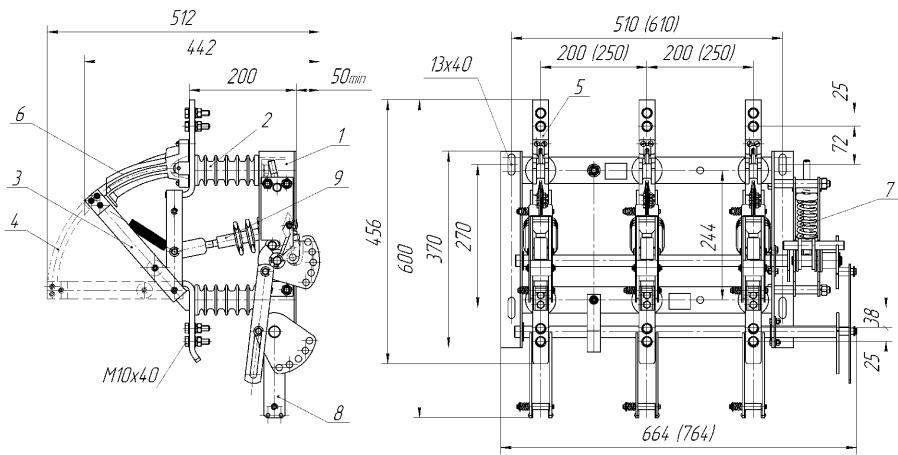

Рис. 1 Выключатель типа ВНА(П)-10/400(630)-20з УХЛ2
2.12. Габаритно-установочные, присоединительные размеры указаны на рис. 1,2
Выключатель нагрузки (рис.1) состоит из сварной рамы с валом, на которой установлены шесть опорных изоляторов. На трех изоляторах, расположенных в нижней части рамы, крепятся контактные ножи, а на остальных изоляторах, расположенных в верхней части рамы – главные и дугогасительные контакты.